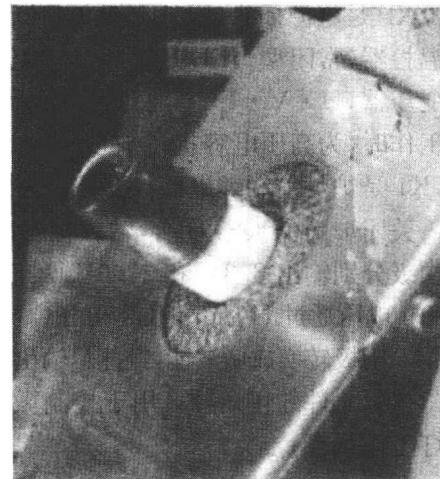

图 1-6 磁控管能量输出器积污情况
(1) 保养不好,炉腔积污,特别是磁控管 MT 的能量输出器(又称波导管)端口积污更容易引起打火。磁控管能量输出器积污情况如图 1-6 所示。因为微波炉工作时,大量微波能从能量输出器输出,将其周围油污加热,加热到一定温度,油污自燃并形成打火。将炉腔、能量输出器、通风口清洁干净,平时定期清洁保养,打火即可消除。
(2) 倍压整流的高压导线与底盘之间的距离太近或碰壳,若高压导线绝缘性能较差或遇潮湿空气即发生打火。调整高压导线,使其远离底盘,必要时加绝缘板隔离绝缘。
(3) 包装食物的铝箔接触炉腔内壁,吸收微波产生打火。调整铝箔与炉腔之间的距离,打火即可消除。